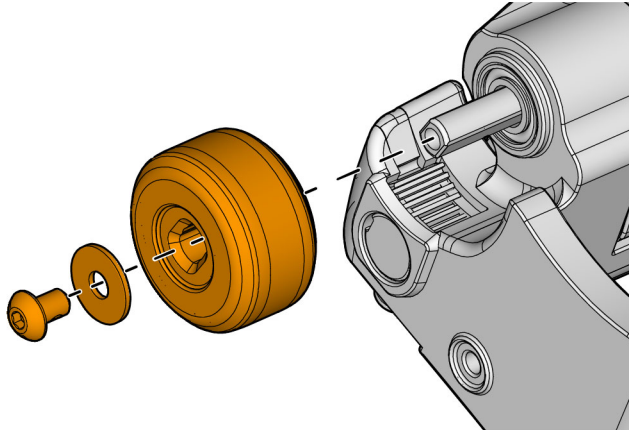

Abbildung 5-7 Entfernen des Rades
2. Entfernen Sie das Rad über dem Bremsbelag (siehe Abbildung 5-7 auf Seite 84).